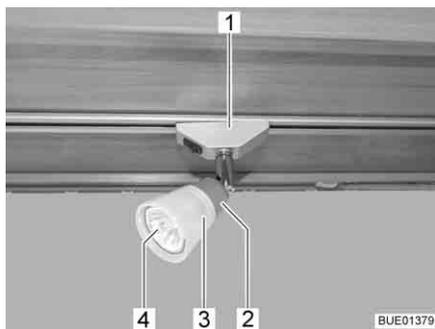

Bild 273 Halogenspotleuchte (verschiebbar)
- Halogenspotleuchte (Bild 273,1) um 90° drehen und aus der Schiene nehmen.
- Lampenschirm (Bild 273,3) entgegen dem Uhrzeigersinn drehen.
- Lampenschirm mit Halogenleuchte (Bild 273,4) vorsichtig von der Fassung (Bild 273,2) abziehen.